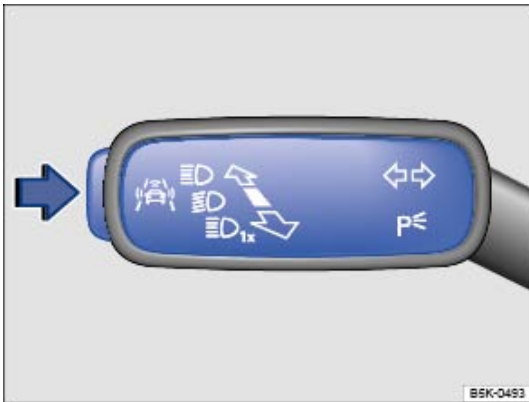

Fig. 18 Sur le levier des clignotants et de l'inverseur-codes, à gauche sur la colonne de direction : touche des systèmes d'aide à la conduite
- Appuyez sur la touche → Fig. 18 dans le sens de la flèche pour accéder au menu **Assistants**.